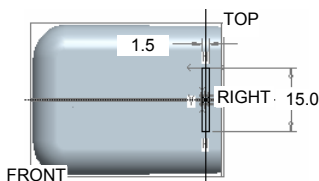
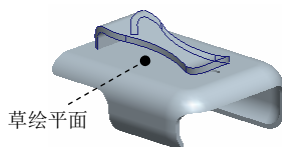
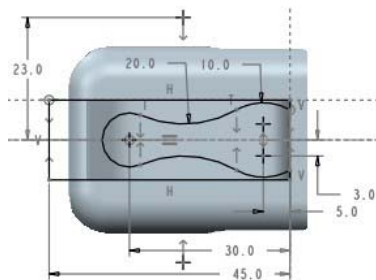

图 5.38.27 扫描截面草图
图 5.38.28 实体切削拉伸特征 6
图 5.38.29 截面草图
(4) 创建扫描特征的截面。在操控板中单击“创建或编辑扫描截面”按钮，系统进入草绘环境；绘制并标注图 5.38.27 所示的截面草图；完成后，单击“草绘完成”按钮。
(5) 单击操控板中的按钮，完成扫描特征的创建。
Step15. 创建图 5.38.28 所示的实体拉伸特征 6。单击按钮，按下“移除材料”按钮；右击，从弹出的快捷菜单中选择“定义内部草绘...”命令；选取图 5.38.28 所示的表面为草绘平面，方向为“右”，单击按钮。进入截面草绘环境后，绘制图 5.38.29 所示的截面草图，完成后单击“确定”按钮。定义深度类型，在操作板上选取深度类型（即“穿透”拉伸），然后单击按钮。